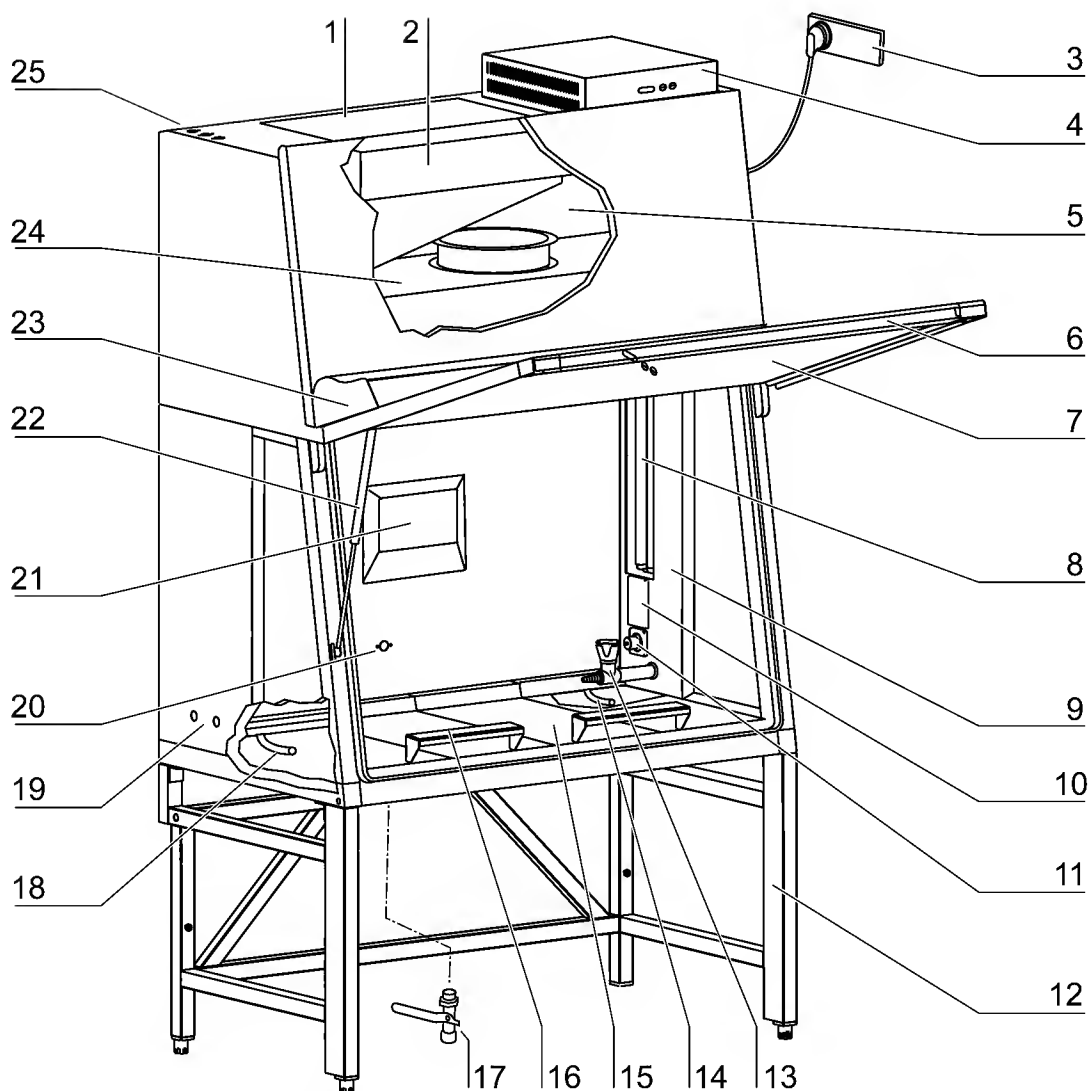

Fig. 3
- **Fig. 3:** Distribuidor de aire [5] (módulo del ventilador con filtro) con ventilador del aire de circulación [24] y ventilador del aire de salida [2]. El filtro del aire de circulación del aparato y el filtro del aire de salida están montados de manera directa junto al ventilador correspondiente. El aire de salida es emitido por el orificio [1] en el recinto del aparato.